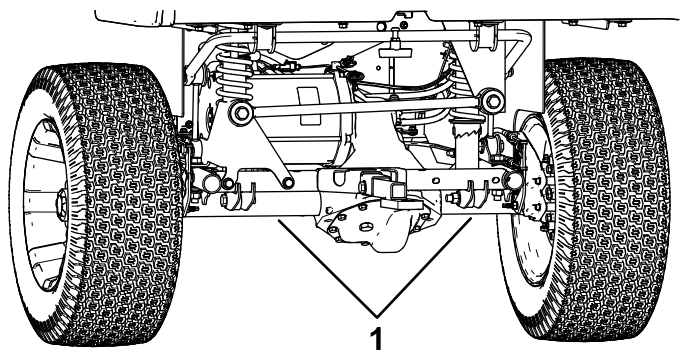

図 30
- 車体後部のジャッキアップポイントはアクスルチューブの下側です 図 30。